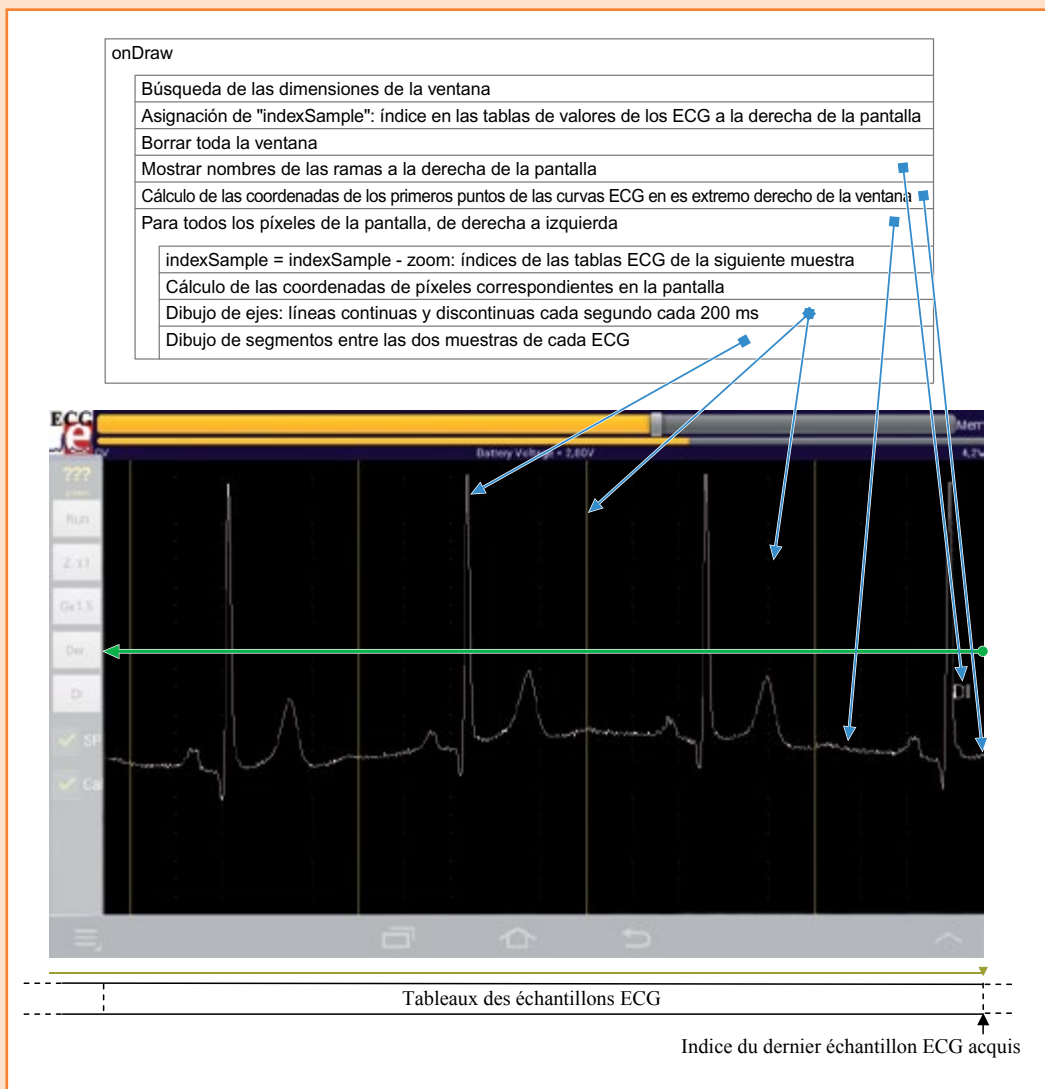

Figura 17. El algoritmo de "refresco" de la gráfica.
- El método *onDraw()*, llamado periódicamente por el *thread ThreadGrapheYT*, encargado de dibujar las ECGs elegidas, así como los ejes (ver **Figura 17** en el apartado correspondiente).